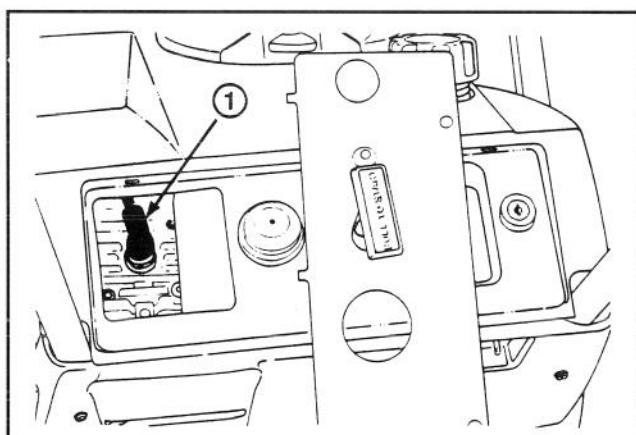

Figure 16
2. ENLEVEMENT DE LA BOUGIE (Fig. 16)—
3. REPOSE DE LA BOUGIE—Réglez l'écartement des électrodes (Fig. 16) à 0,031 pouces (0,76 mm). Mettez la bougie en place et serrez-la à 15 pieds-livres